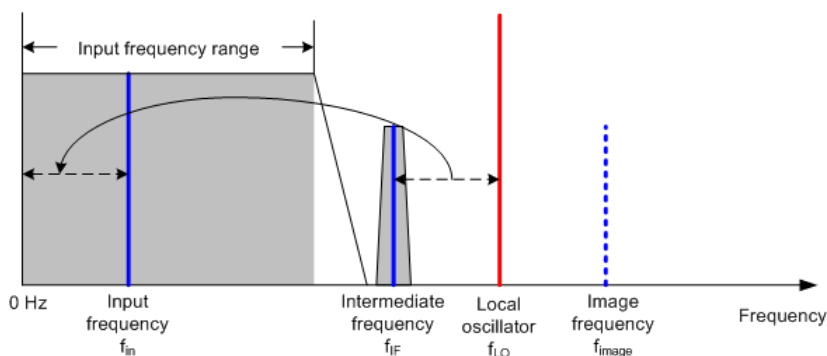

Figure 9-3 : Processus de mélange
Le mélangeur convertit le signal RF en une fréquence intermédiaire fixe (FI). Ce processus associe généralement plusieurs étages. Cela met du temps jusqu'à ce que vous obteniez une fréquence intermédiaire, pour laquelle de bons filtres à bande étroite sont disponibles. Le R&S ZVH a besoin de trois étages mélangeurs pour obtenir une fréquence intermédiaire, que le filtre est capable de traiter. La Figure 9-3 montre une représentation graphique du processus de mélange.